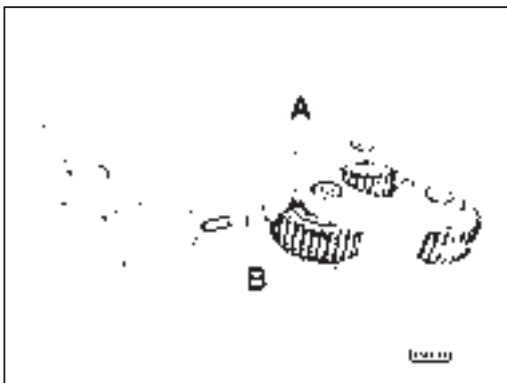

Fig 8 - Réducteur épicycloïdal.
- 1 - À l'aide d'un chasse-goupille et d'un marteau, chasser la goupille de fixation de l'axe **A** du satellite **B** (Fig. 8).
Fig. 8 - S'assurer que les bagues **A** de l'essieu central ne soient pas usées et que les bossages qu'elles portent soient bien visibles, si besoin déposer les bagues à l'aide d'un marteau et d'un poinçon.